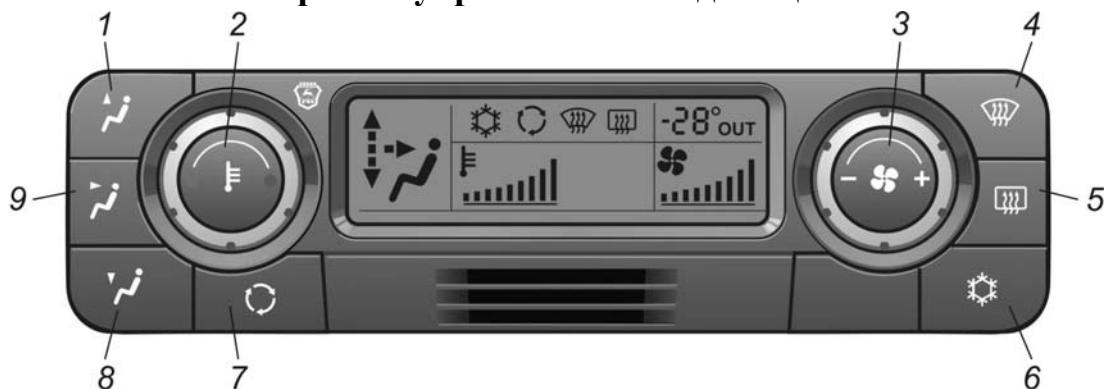

Рис. 8.1. Пульт управления отопительно-вентиляционной и климатической установкой
– установить степень нагрева воздуха, выходящего из отопительно-вентиляционной установки, вращая рукоятку 2 (рис. 8.1). Степень нагрева будет условно отображаться на индикаторе .
– установить производительность вентилятора, вращая рукоятку 3 (рис. 8.1). Производительность вентилятора условно отображается на индикаторе .
– установить комфортное распределение воздуха, используя кнопки 1, 8 и 9 (рис. 8.1).
Для достижения максимальной эффективности отопления, а также чтобы изолировать салон от неприятных запахов и дыма можно включить режим рециркуляции, нажав на кнопку 7 (рис. 8.1), при этом на дисплее должен высветиться символ .
Режим рециркуляции автоматически выключается через 10 минут. Принудительное выключение режима рециркуляции осуществляется повторным нажатием на кнопку 7 (рис. 8.1). После остановки и последующего пуска двигателя заслонка рециркуляции автоматически переводится в режим забора наружного воздуха.
Для быстрого удалением конденсата или инея со стекол (повышенная влажность, большое число пассажиров, обледенение стекол) можно воспользоваться режимом размораживания (просушивания), для чего нажать на кнопку 4 (рис. 8.1). В этом режиме система включает вентилятор и выработку тепла на максимальную производительность и переводит весь поток воздуха на обдув стекол, при этом на дисплее высвечивается символ .
Для включения обогрева зеркал заднего вида (в вариантом исполнении) необходимо нажать на кнопку 5 (рис. 8.1) при этом на дисплее высветится символ .
С помощью кнопок 1, 8 и 9 (рис. 8.1) можно перераспределять поток воздуха в трех функциональных направлениях: в ноги водителя и пассажиров; на ветровое стекло и боковые стекла дверей; в зону груди через дефлекторы вентиляции. Текущее состояние распределения отображается на индикаторе дисплея.
Последовательно нажимая на кнопку 1 (рис. 8.1), можно перевести весь поток воздуха на ветровое стекло. На индикаторе будет отображаться верхний треугольник и три вертикальных сегмента (воздух подается в дефростеры ветрового стекла, дефростеры боковых стекол и боковые дефлекторы вентиляции).
Последовательно нажимая на кнопку 8 (рис. 8.1), можно перевести весь поток воздуха в зону ног. На индикаторе будет отображаться нижний треугольник и три вертикальных сегмента (воздух подается в патрубки обдува ног водителя и переднего пассажира).
Используя кнопки 1 и 8 (рис. 8.1), можно добиться комфорtnого распределения воздуха, установив одно из промежуточных положений, например 25% на стекло и 75% в ноги. Индикатор на дисплее будет отображать верхний и нижний треугольники и два вертикальных нижних сегмента (оптимальное распределение для холодного времени года).
Нажав на кнопку 9 (рис. 8.1), можно включать подачу воздуха в центральные дефлекторы вентиляции. Индикатор на дисплее будет высвечивать боковой треугольник и горизонтальный сегмент дополнительно к описанным выше символам (воздух дополнительно подается в центральные дефлекторы вентиляции). Повторное нажатие выключает подачу воздуха в центральные дефлекторы. Включение подачи воздуха в центральные дефлекторы возможно только при наличии потока на ветровое стекло.
Управление системой кондиционирования автомобилей ГАЗ-3302 и мод., ГАЗ-2705 и мод. осуществляется с пульта управления климатической установкой, расположенного на панели приборов. Для включения кондиционера необходимо нажать на кнопку 6 и установить необходимую производительность вентилятора ручкой 3 (рис. 8.1). При этом на дисплее отобразятся соответствующие символы. Для выключения кондиционера необходимо повторно нажать на кнопку 6.
Управление передним охладителем осуществляется с пульта управления климатической установкой, расположенного на панели приборов. Для включения переднего охладителя необходимо нажать на кнопку 6 и установить необходимую производительность вентилятора ручкой 3 (рис. 8.1). При этом на дисплее отобразятся соответствующие символы. Для выключения кондиционера необходимо повторно нажать на кнопку 6.
После длительной стоянки закрытого автомобиля в солнечную жаркую погоду, рекомендуется на несколько минут открыть двери или окна, проветрить салон, затем включить кондиционер в режиме рециркуляции, для чего нажать кнопку 7 (рис. 8.1). Режим рециркуляции будет работать в течение 10 мин., затем автоматически переключится на забор воздуха снаружи.